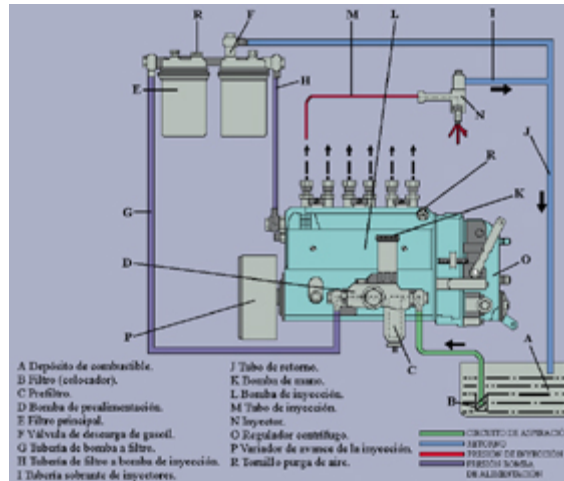

Fig. 8
- **Circuito de baja presión (fig. 8)**